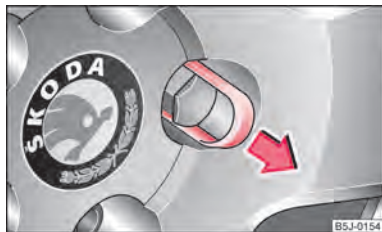

Fig. 136 :: scoaterea capacului de pe șurubul de roată
- Trageți capacul cu **brida din material plastic** ⇒ fig. 136.